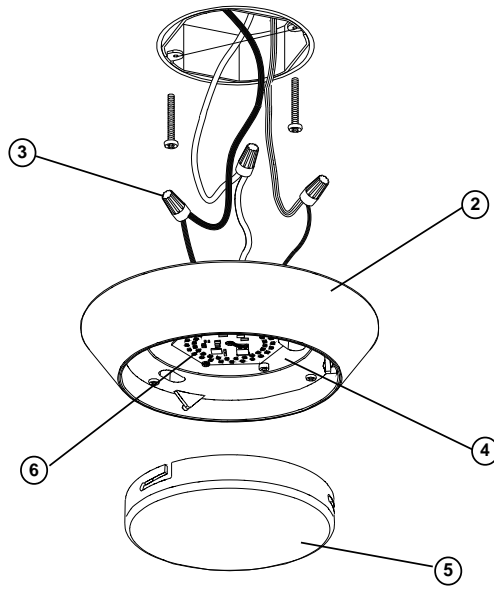

Figure 2
5. Tenir solidement le bloc boîtier (2) et connecter le fil vert de mise à la terre de l'appareil au fil de cuivre nu de mise à la terre de la boîte de jonction à l'aide d'un capuchon de connexion (3). (*Si le câblage d'alimentation ne comprend pas de fil de mise à la terre, consulter votre code d'électricité local et vérifier la méthode d'installation conforme*).
6. Utiliser les serre-fils pour connecter le fil noir de l'appareil au fil noir d'alimentation et le fil blanc (neutre) de l'appareil au fil blanc d'alimentation. Voir la figure 2.
9. Soulever le diffuseur (5) jusqu'au boîtier d'assemblage en alignant les fentes situées sur le diffuseur ainsi que les languettes de la lentille barrière (4). Tourner le diffuseur (5) dans le sens horaire jusqu'à ce que celui-ci soit sécurisé. Voir la figure 2
5. Hold the Fixture Housing (2) firmly and connect the green ground wire from the fixture to the bare copper ground wire from the junction box using a Wirenut (3). (*If house wiring does not include a ground wire, consult your local electrical code for approved grounding methods*).
6. Use Wirenuts (3) to connect the black fixture wire to the black power supply wire and the white (*neutral*) fixture wire to the white power supply wire. **See Fig 2.**
9. Lift Diffuser (5) up to housing assembly aligning slots on diffuser with tabs on barrier lens (4). Twist diffuser (5) clockwise until secure. **See Fig 2.**
5. Sostenga el ensamblaje de la Carcasa del luminario (2) firmemente y conecte el alambre verde de conexión a tierra del luminario al alambre de cobre descubierto de conexión a tierra de la caja de ensambladura usando una Tuerca de Alambre (3). (*Si el alambrado de la casa no incluye un alambre de conexión a tierra, consulte su código eléctrico local para métodos aprobados de hacer tierra*).
6. Use Capuchones de Alambres para conectar el alambre negro de la luminaria al alambre negro suplidor de electricidad y el alambre blanco (neutral) de la luminaria al alambre blanco suplidor de electricidad. Vea Fig. 2.
8. Alinee los "keyholes" en el Ensamblaje de la Carcasa sobre las cabezas de los tornillos anteriormente instalados en la caja de alambres, levante el luminario, gírelo hacia su izquierda y apriete tornillos para asegurar el Ensamblaje de la Carcasa contra el techo. **Aplique una capa de masilla de silicona (no suministrada) alrededor del borde externo de Carcasa del luminario (2).**
9. Levante el difusor (5) hasta la altura del conjunto de la carcasa y alinee las ranuras del difusor con las lengüetas en las lentes de barrera (4). Gire el difusor (5) a la derecha hasta que quede fijo. Vea Fig. 2